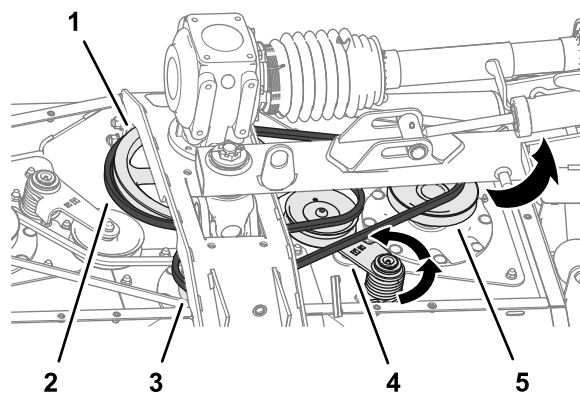

Figure 59
- Au moyen d'une barre de levier ou d'un outil du même genre, faites tourner le tendeur de la longue courroie dans le sens anti-horaire et déchaussez la courroie de la poulie de tendeur (Figure 59).
- Déchaussez la longue courroie de la poulie d'entraînement, de la poulie d'axe central et de la poulie d'axe droit (Figure 59).